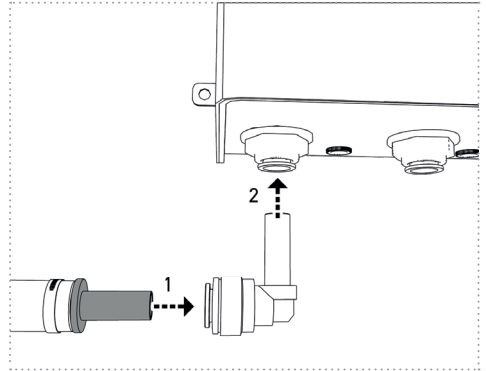
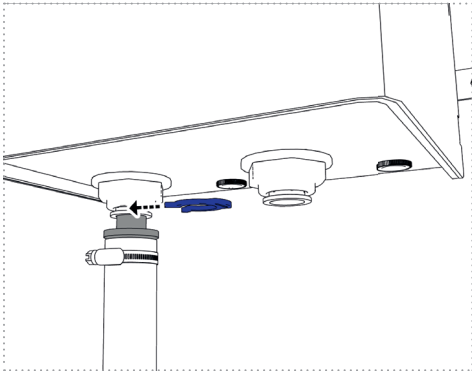

Figure 10b
Figure 11
- b. dans les « connecteurs coudés 3/8" » inclus dans le contenu de la livraison et ensuite dans l'unité UV (figure 10b).Sécurisez dans tous les cas toutes les connexions enfichables avec les « anneaux de sécurité » inclus dans le contenu de la livraison (figure 11).